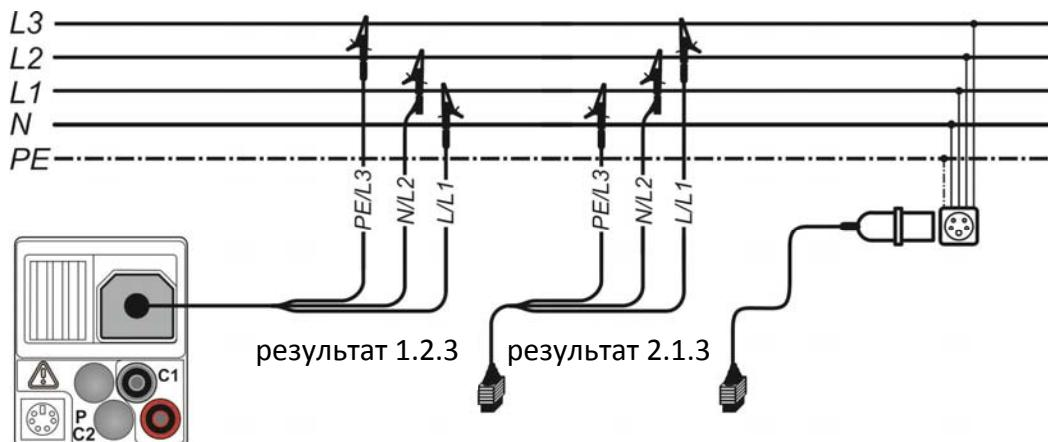

Рисунок 5.2: Подключение 3-х проводного тестового кабеля и дополнительного адаптера к трехфазной цепи
- Подключите** испытательные выводы (проводы) к исследуемому элементу (см. Рисунок 5.2: *Подключение 3-х проводного тестового кабеля и дополнительного адаптера к трехфазной цепи*